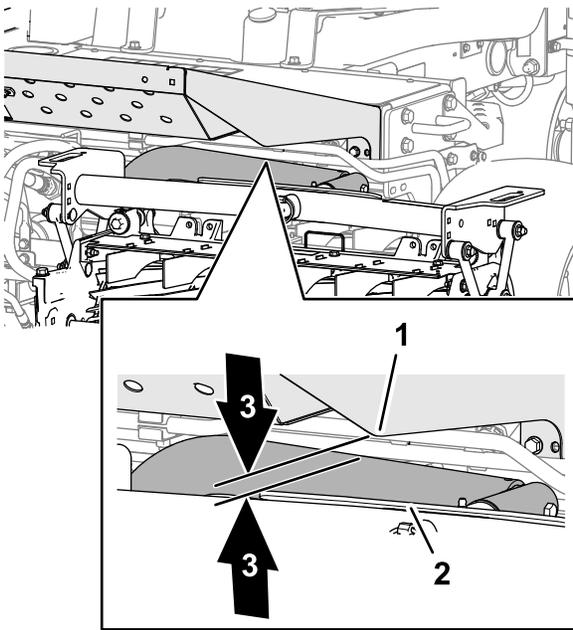

図 26
3. 前カッティングユニットで、左昇降アームとフロアプレートのブラケットとの間の距離と、右昇降アームとフロアプレートのブラケットとの間の距離を測定する 図 26。